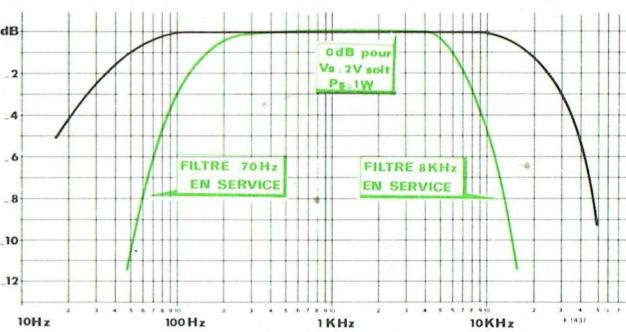

Fig. 7
- L'action des filtres est donnée par l'allure de la courbe fig. 7.